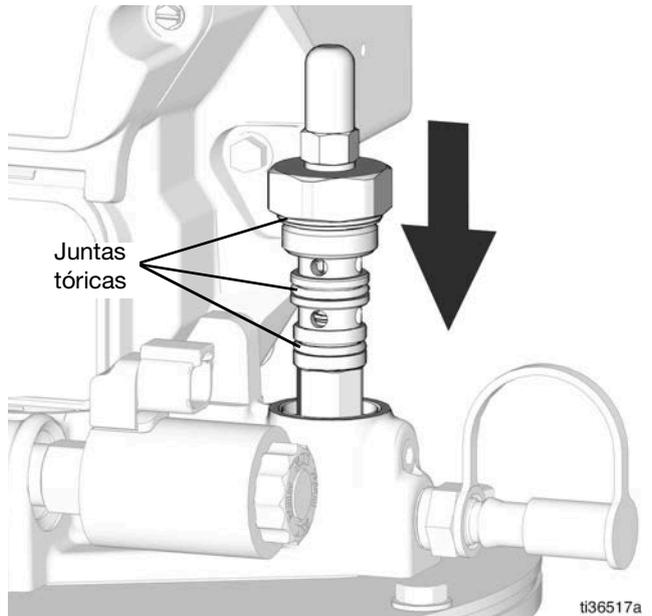

FIG. 6
5. Engrase el exterior de las tres (3) juntas tóricas en el cartucho de desconexión de llenado automático Compact Dyna-Star (FIG. 6).
6. Instale el cartucho de desconexión de llenado automático Compact Dyna-Star (FIG. 6).